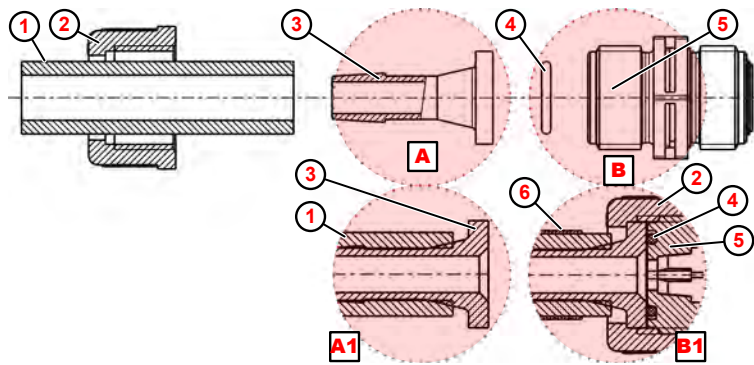

Fig. 9: Conexión para manguera y tubo con racor enchufable y abrazadera de manguera
1. ➤ Realizar un corte recto en la manguera ( Fig. 9 , ① ).
2. ➤ Empujar la abrazadera de la manguera ⑥ sobre la manguera ①
3. ➤ Empujar la tuerca de unión ② sobre la manguera ① .
4. ➤ Empujar la manguera ① hasta el anillo de tope del racor enchufable ③ (detalle Ⓐ1 ).
5. ➤ Colocar la junta tórica ④ en la ranura de la válvula de descarga o aspiración ⑤ .
6. ➤ Apretar la tuerca de unión ② .
7. ➤ Deslizar la abrazadera de manguera ⑥ hacia abajo y apretarla (detalle Ⓑ1 ).